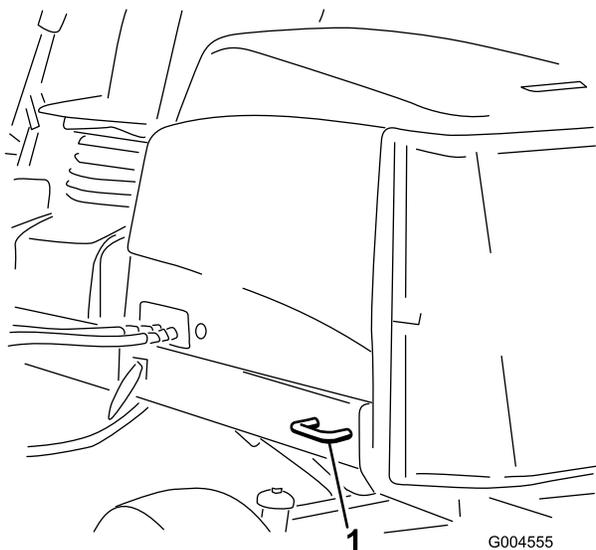

Рисунок 56
- В задней части – используйте каждую сторону машины на задней раме (Рисунок 56)